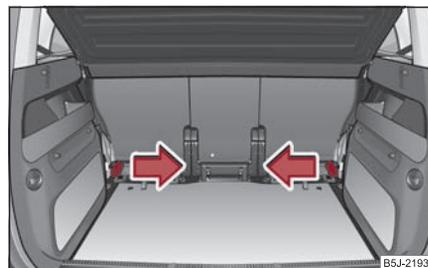

Fig. 87 Maletero: Retirar las cuñas de retención
- Coger la cuña de retención ⇒ página 79, fig. 87 y sacarla tirando de ella en sentido de la flecha. Para desmontar la cuña de retención del otro lado del maletero, proceda del mismo modo.